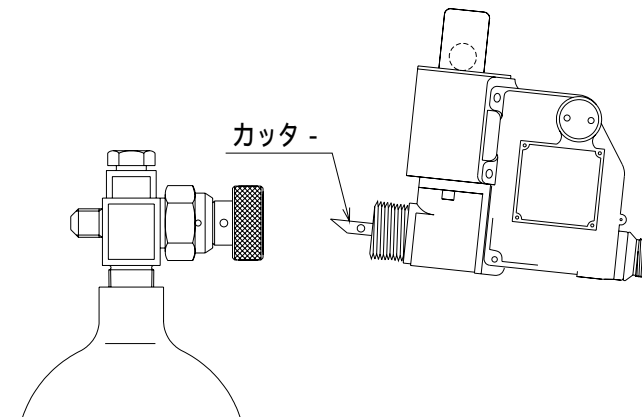

図6 本体の取付け
- (4)カッター - の先をいためないように注意しながら、カッターをシリンダ - エンドに挿入し、袋ナットと本体を手でしっかり締付ける。(図6参照)